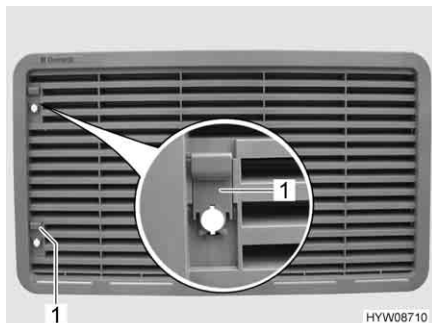

Fig. 146 Griglia di aerazione del frigorifero
- Spingere il cursore (Fig. 146,1) verso l'alto.